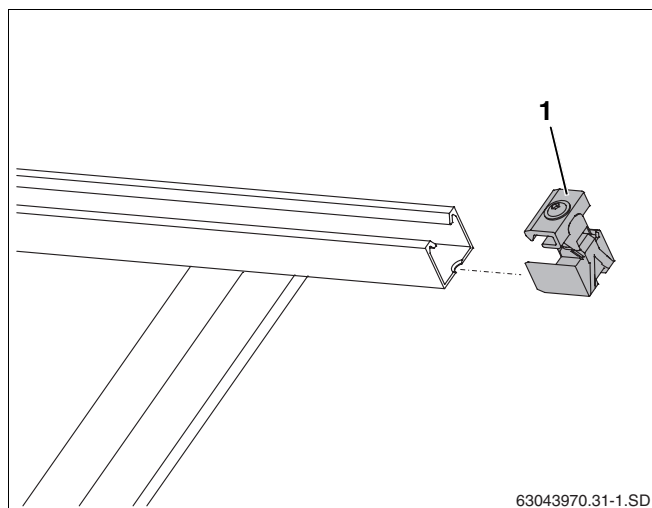

Fig. 45 Inserimento dei giunti di collegamento unilaterali
- Spingere i giunti di collegamento unilaterali (fig. 45, **pos. 1**) nelle guide profilate all'estremità destra del campo di collettori, finché non si saranno agganciati nel primo foro oblungo delle guide profilate.